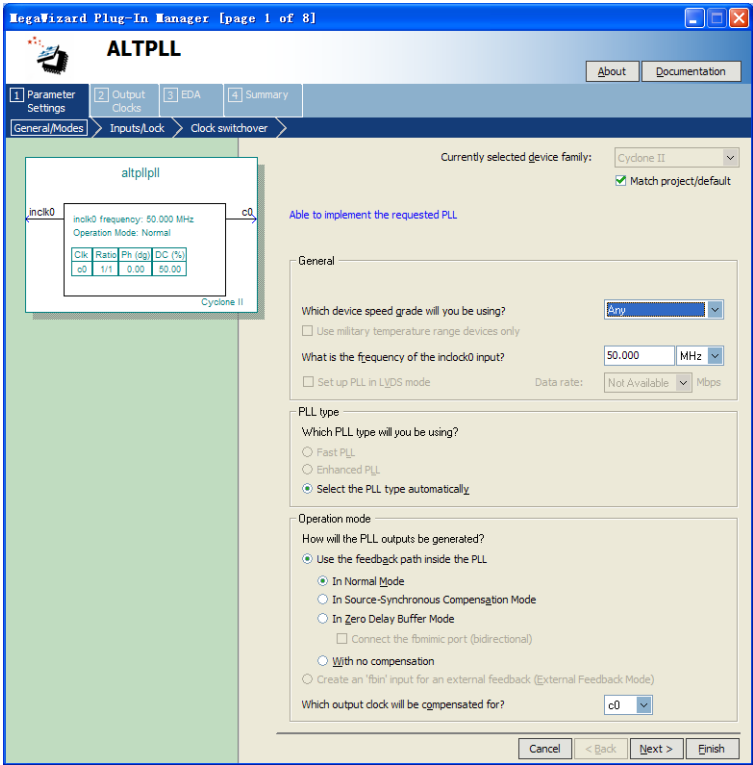

图 10-4 ALTPLL 设置第一页
10. 弹出窗口如图 10-4 所示，单击 next 按钮。